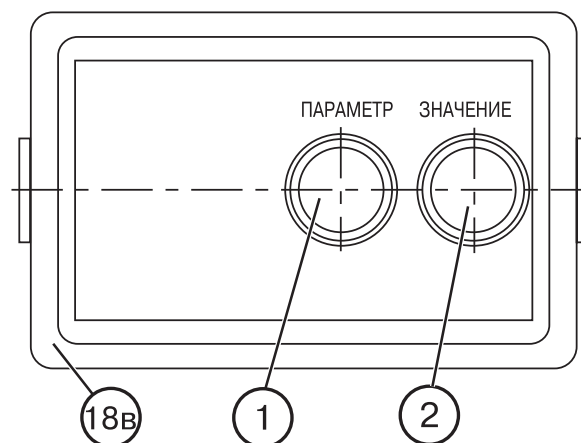

Рис. 9.2. Пульт управления тахоспидометром
- 30— пульт управления тахоспидометром (см. рис. 9.2).